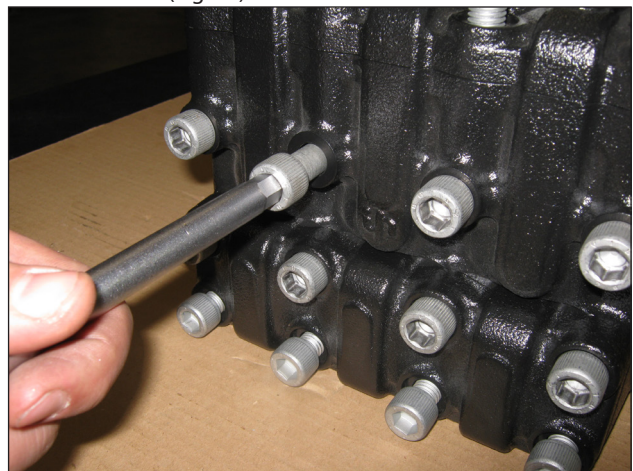

Fig. 36
- A) Desaperte os parafusos de fixação do cabeçote M12x130 (M12x150 nas SN6416 e SN6418. M12x190 na SW64) como indicado na (Fig. 36).